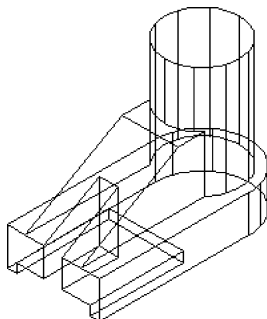
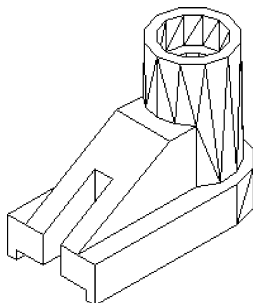

图 13-45 差集运算后的实体
图 13-46 消隐后的实体
(9) 单击“三维工具”选项卡“实体建模”面板中的“并集”按钮, 将创建的长方体与实体进行并集运算。
(10) 用同样的方法在命令行输入“UCS”, 将坐标原点移回到实体底面的左下顶点。
(11) 单击“三维工具”选项卡“建模”面板中的“长方体”按钮, 以 (0,5) 为角点, 创建长 50、宽 40、高 5 的长方体; 继续以 (0,20) 为角点, 创建长 30、宽 10、高 50 的长方体。
(12) 单击“三维工具”选项卡“实体建模”面板中的“差集”按钮, 将实体与两个长方体进行差集运算。结果如图 13-45 所示。
(13) 单击“三维工具”选项卡“建模”面板中的“圆柱体”按钮, 捕捉 R20 圆柱体顶面圆心为中心点, 分别创建半径为 15、高 -15 及半径为 10、高 -80 的圆柱体。
(14) 单击“三维工具”选项卡“实体建模”面板中的“差集”按钮, 将实体与两个圆柱体进行差集运算。经过消隐处理后的图形如图 13-46 所示。